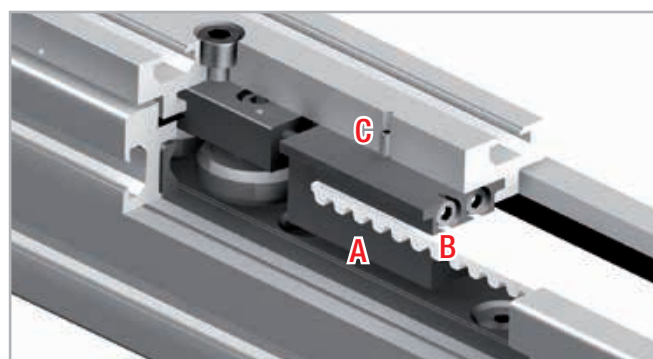

Рис. 51
1. Вывинтить предохранительные винты "С" (находящиеся на боковой поверхности крепёжной пластины каретки) из натяжителя "А" (см. Рис. 51).